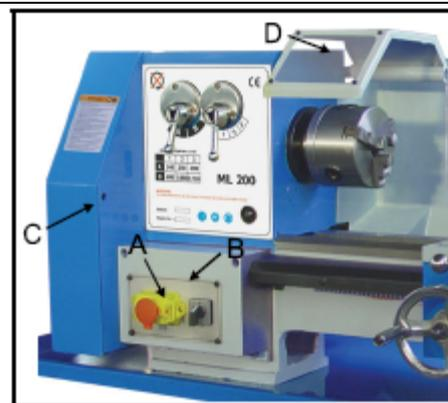
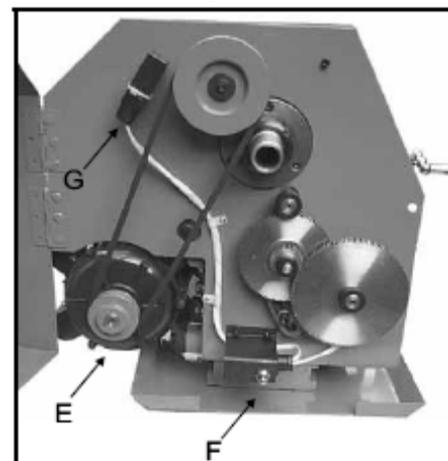

Рисунок 35
Рисунок 36
- **Магнитный выключатель** (B, рисунок 35) служит для экстренной остановки прямого/обратного вращения и выполняет защитные функции по отношению к электрической части станка. Зеленая кнопка "I" – пуск двигателя, красная кнопка "O" – отключение.
Переключатель (А, рисунок 35) изменяет направление вращения двигателя. FOR – прямое, REV – обратное. От случайного нажатия переключатель защищен крышкой. Перед переключением направления вращения убедитесь, что шпиндель остановлен!
- **Защитный кожух коробки передач** (С, рисунок 35) при открывании для смены зубчатых колес или для других целей автоматически отключает питание двигателя микропереключателем (F, рисунок 36).
- **Защитный экран патрона** (D, рисунок 35) установлен на шарнире в верхней части передней бабки. При необходимости его можно откинуть, чтобы получить доступ к патрону, а при начале работы снова опустить, закрыв патрон. При откидывании экрана питание двигателя автоматически отключается микропереключателем (G, рисунок 36).